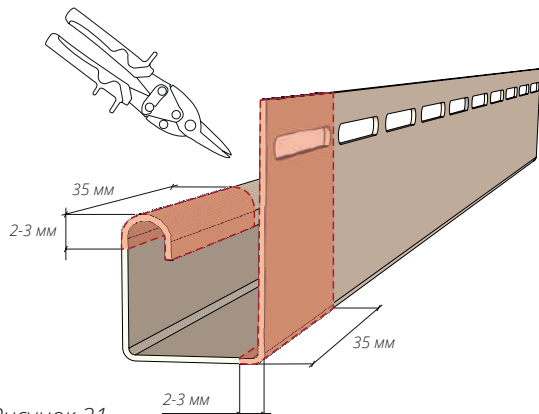
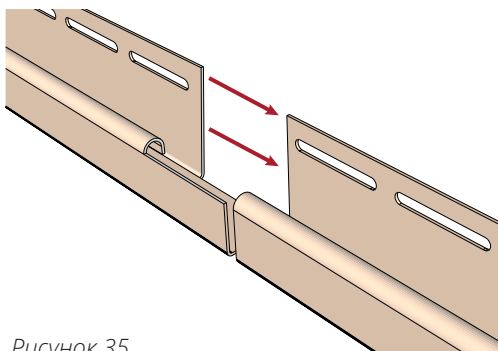

Рисунок 31
Рисунок 35
12.8 В случае если высота угла здания превышает длину J-профилей, образующих внутренний угол, его необходимо подрезать согласно рис. 31, 32.
- 12.9** В случае необходимости соединения Ж-профилей между собой горизонтально, сделайте подрез одного из соединяемых Ж-профилей согласно рис. 31 и 32, далее смонтируйте Ж-профили, оставив зазор на тепловое расширение 15 мм (рис. 35 и 36), соблюдая общие правила монтажа.